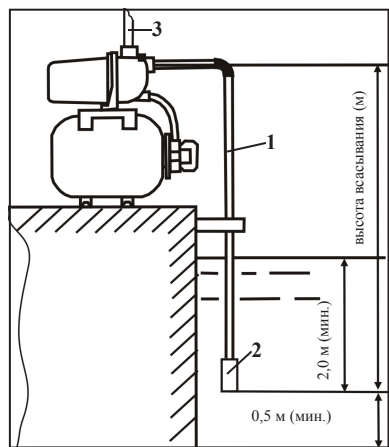

рис.2
5.2 Установите станцию на ровной, твердой поверхности. Всасывающую трубу/шланг 1 (рис.2) подсоедините к входному отверстию, расположите под углом к входному отверстию, погрузите всасывающую трубу/шланг в воду на глубину не менее 2м (расстояние до дна должно быть не менее 0,5м).
5.6 Присоедините напорный шланг/трубу 3 (рис.2) к выходному отверстию.